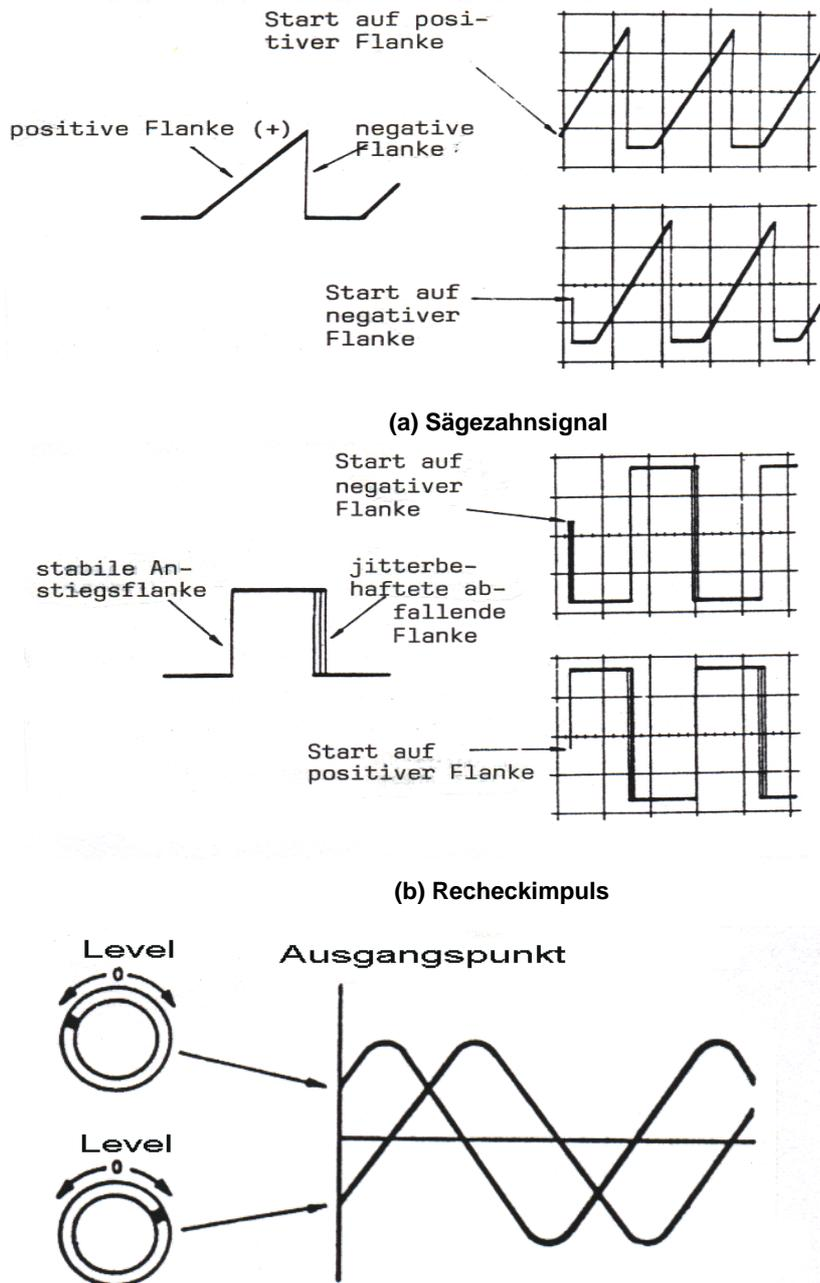

Abb. 2-12: Wahl bzw. Einstellung des Triggerpegels
Die Einstellung des Flankenwahlschalters SLOPE bestimmt, ob die Triggerung der Zeitbasis mit der positiven oder negativen Flanke des Triggersignals erfolgt (Abb. 2-12). Zur Triggerung mit positiver Flanke SLOPE-Taste (30) drücken, zur Triggerung mit negativer Flanke Taste (30) auslösen.
Die Stellung des Pegelreglers bestimmt den genauen Triggerpunkt auf der gewählten Triggerflanke zur Triggierung der Hauptzeitbasis. Abbildung 2-12 c zeigt die Auswirkung der Stellung des Pegelreglers auf den Triggerpunkt.